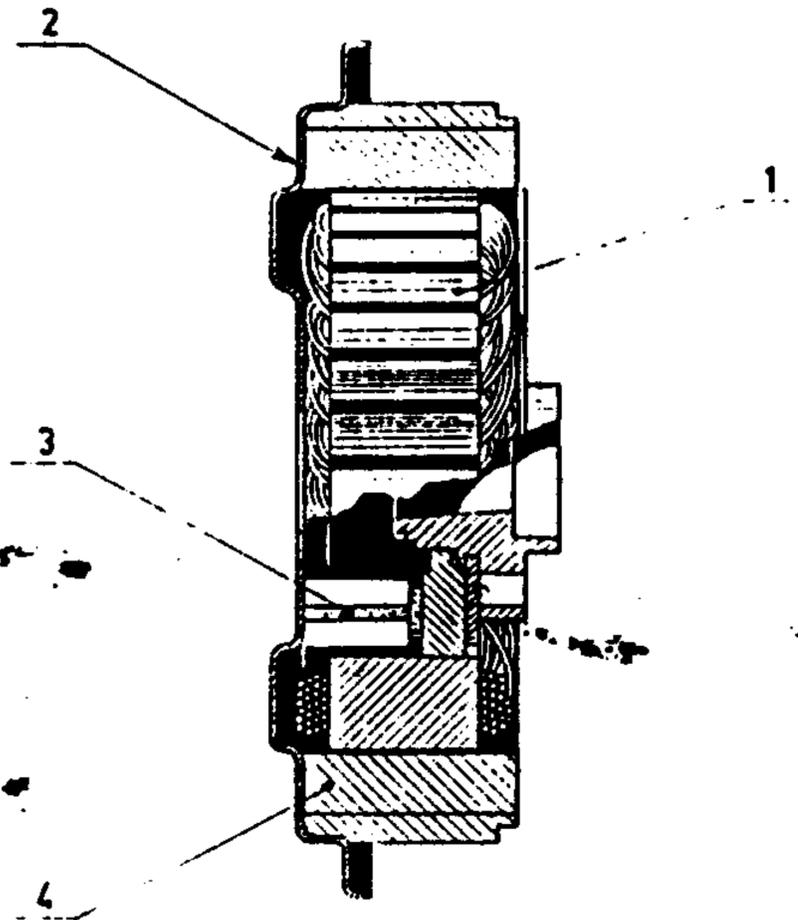

Fig. 22/3 - Sezione del gruppo dinamotore
- N. B. - Detti valori si devono rilevare dopo aver fatto ruotare il dinamotore per 30" nelle condizioni del punto « 1 »; e con regolatore inserito, come illustrato in fig. 22/3.